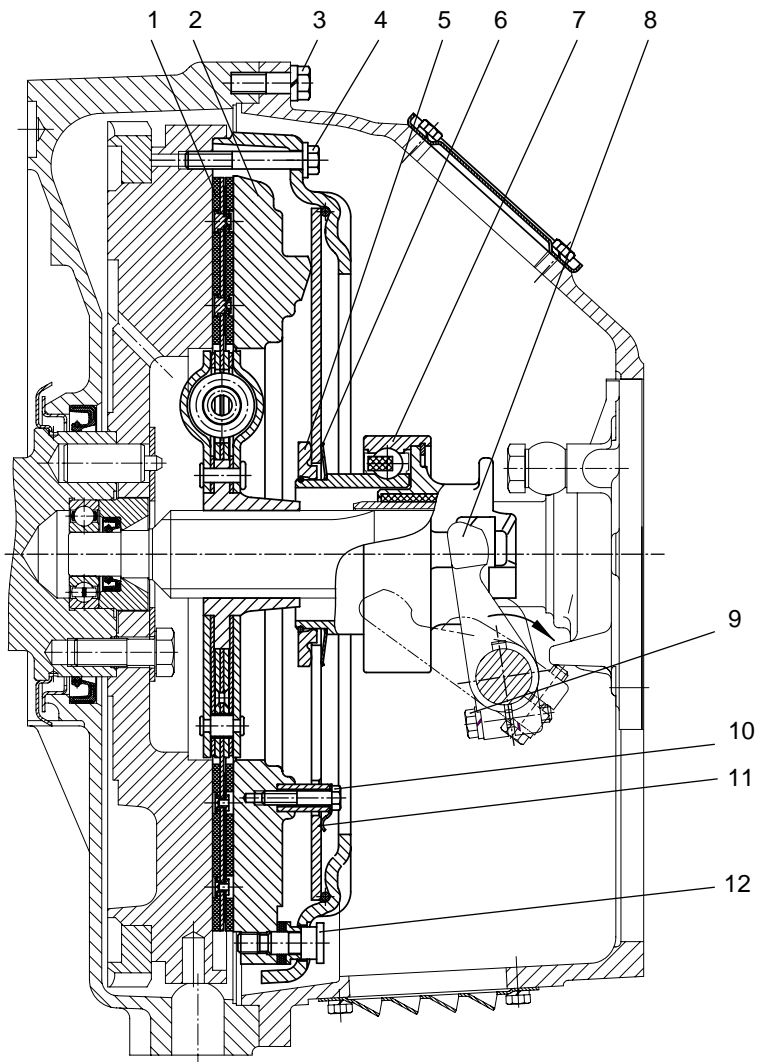
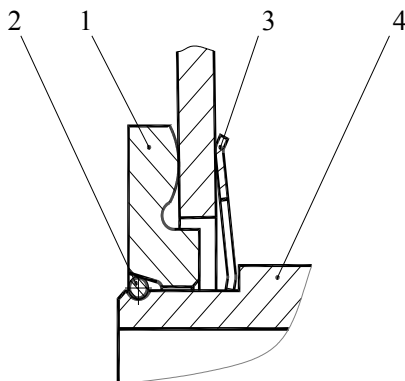

Рис. 17. Сцепление:
Рис. 19. Установка муфты выключения сцепления:
Диафрагменное сцепление (рис. 17) состоит из ведущих и ведомых частей, а также механизма выключения.
Механизм выключения сцепления состоит из муфты с подшипником 7 (см. рис. 17) и вилки 8 с валом, на шлицевой конец которого устанавливается рычаг. Муфта выключения сцепления соединяется с диафрагменной пружиной с помощью запорного устройства (рис. 19). При работе муфта центрируется по направляющей крышки заднего подшипника первичного вала коробки передач и удерживается от поворота боковыми поверхностями вилки.
Выключение сцепления осуществляется поворотом вала по часовой стрелке (см. рис. 17).
1. Установить муфту на нажимной комплект (корзину) в соответствии с рис. 19.